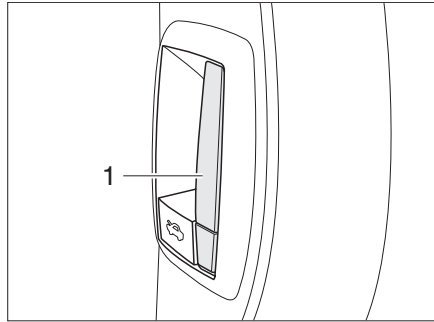

Bild 29 Entriegelungshebel Motorhaube innen
- Den Hebel (Bild 29,1) am Armaturenbrett an der linken Fahrzeugseite ziehen. Die Motorhaube öffnet sich bis zum Anschlag des Sicherungshakens.